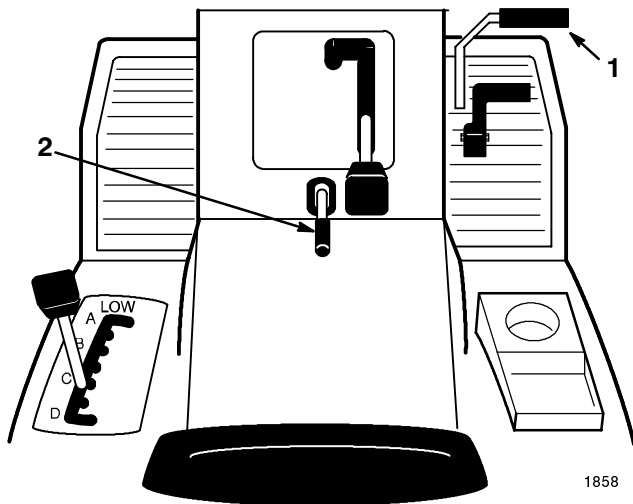

Figure 2
1. Appuyez sur la pédale de frein (Fig. 2) et maintenez-la en position enfoncée.
2. Relevez le levier de frein de stationnement (Fig. 2) et relâchez progressivement la pédale de frein. La pédale doit rester bloquée en position enfoncée.
1. Enfoncez la pédale de frein (Fig. 2). Le levier de frein de stationnement doit se déverrouiller.